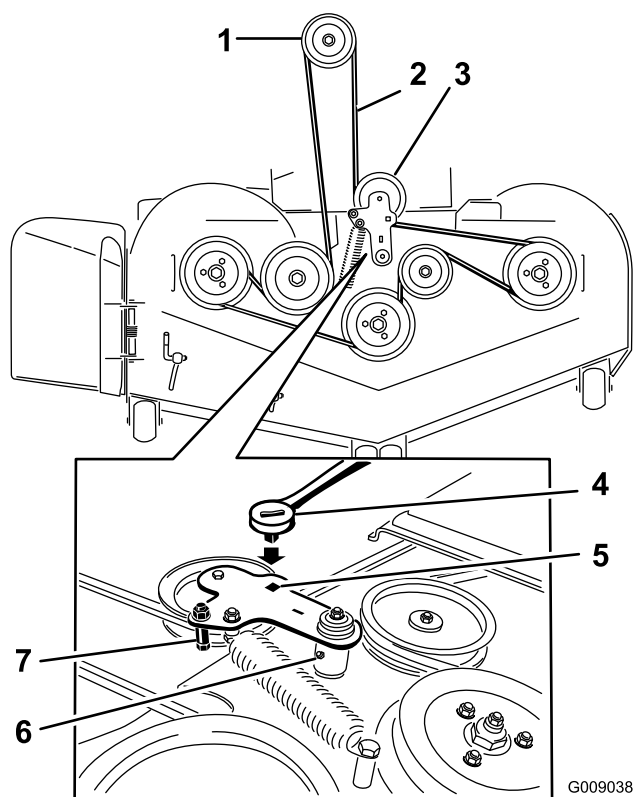

Figura 103
6. Sollevate la bacinella e inserite il cricchetto nel foro quadrato del tendicinghia del piatto di taglio (Figura 103).
7. Ruotate il tendicinghia del piatto di carico in senso orario e togliete la cinghia del tosaerba (Figura 103).